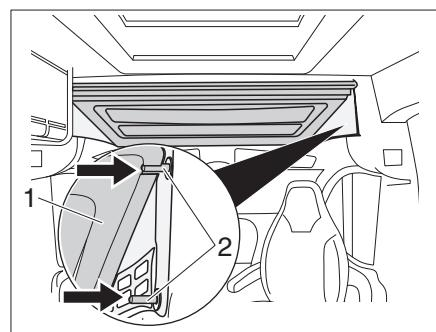

Figura 28 Multiroof plegado hacia arriba
- ▷ Asegurarse de que al plegar el Multiroof (Figura 28,1) siempre descance de forma segura sobre ambos pernos de bloqueo (Figura 28,2) tanto en la izquierda como en la derecha.
El Multiroof (Figura 28,1) se puede posicionar con los pernos de bloqueo (Figura 28,2) en dos alturas diferentes.
- Subir el Multiroof (Figura 28,1) con una mano. Presionar con la otra mano en los pernos de bloqueo superior o inferior (Figura 28,2) y fijar el Multiroof en la posición deseada.
- Retirar el Multiroof (Figura 28,1) presionando suavemente hacia arriba fuera de la cerradura de los pernos de bloqueo (Figura 28,2).